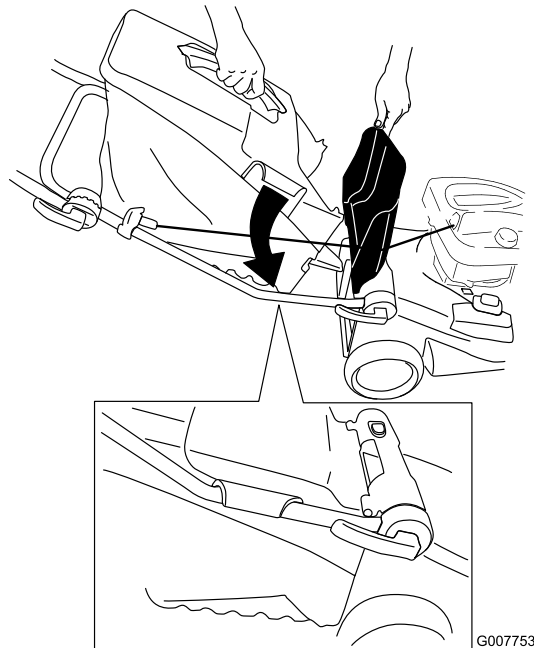

Figura 18
2. Levante y sujete la puerta trasera, instale la bolsa en el manillar y baje la puerta trasera (Figura 18).